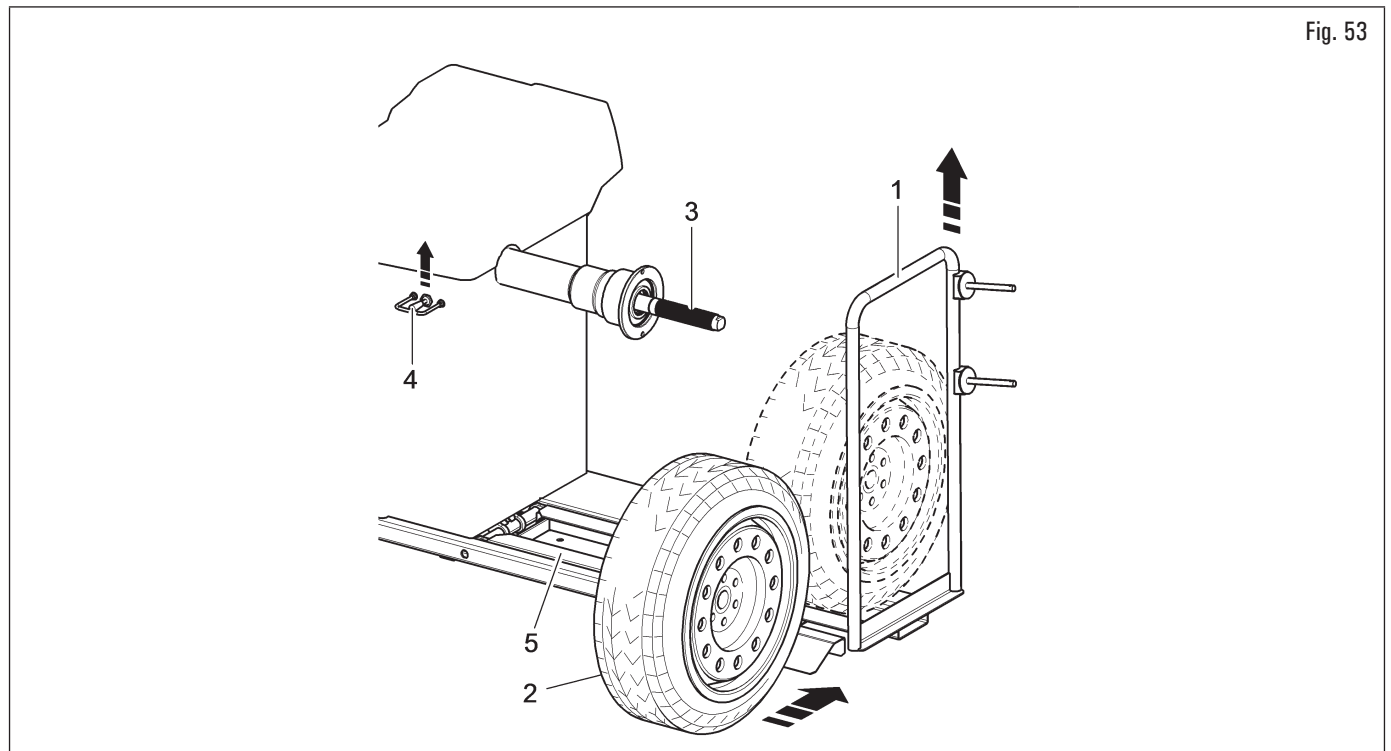

Fig. 53
1. Spostare verso destra l'appoggio ruota (Fig. 53 rif. 1);
2. rimuovere qualsiasi tipo di corpo estraneo dalla ruota (Fig. 53 rif. 2): pesi già esistenti, pietre e fango e accertarsi della pulizia del mandrino (Fig. 53 rif. 3) e della zona di centraggio del cerchio prima di montare e fissare la ruota sul mandrino;
3. posizionare la ruota (Fig. 53 rif. 2) sull'appoggio ruota (Fig. 53 rif. 1) con il lato interno del cerchio verso l'equilibratrice. Azionare il comando del sollevatore (Fig. 53 rif. 4) e, mantenendolo sollevato, far salire la pedana (Fig. 53 rif. 5);
4. spostare verso sinistra l'appoggio ruota (Fig. 53 rif. 1) e, contemporaneamente, centrare la ruota sul mandrino con uno sforzo minimo, indipendentemente dal peso della stessa;